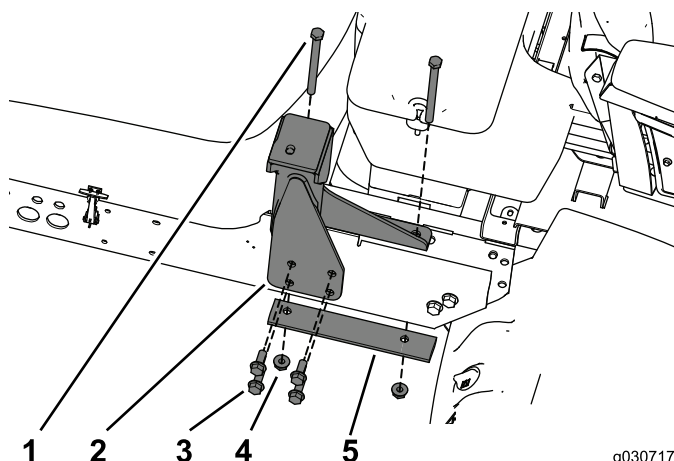

Рисунок 20
1. Присоедините заднее крепление к раме, используя крепежные детали, снятые при демонтаже конструкции ROPS (Рисунок 20).